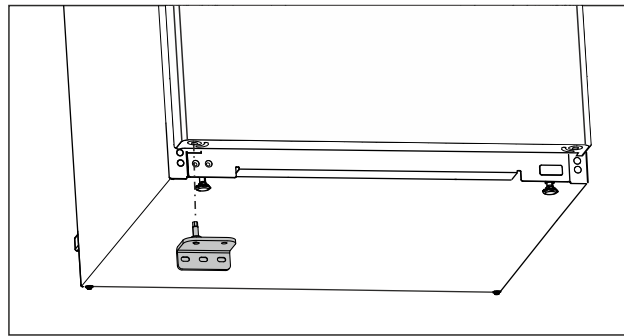

Fig. 21
- ▶ Helyezze be az alsó csapágybakot az ellenkező oldalon. (lásd Fig. 21)